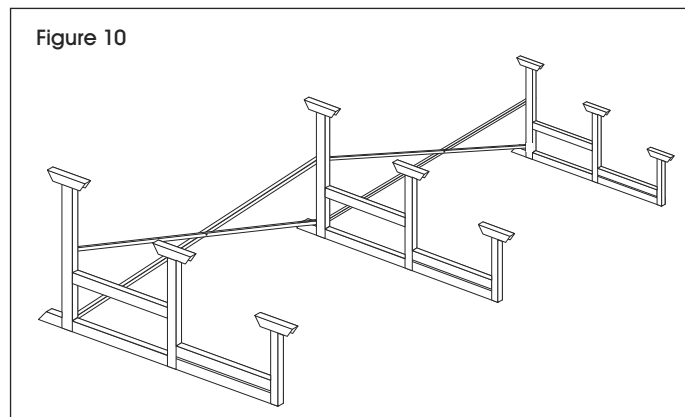

Figure 10
5. À ce stade, le cadre peut se tenir à la verticale par lui-même. Assurez-vous que le cadre est droit, d'équerre et de niveau. Serrez les boulons d'assemblage de 3/8 po à l'aide d'une clé à douilles. (Voir Figure 10)